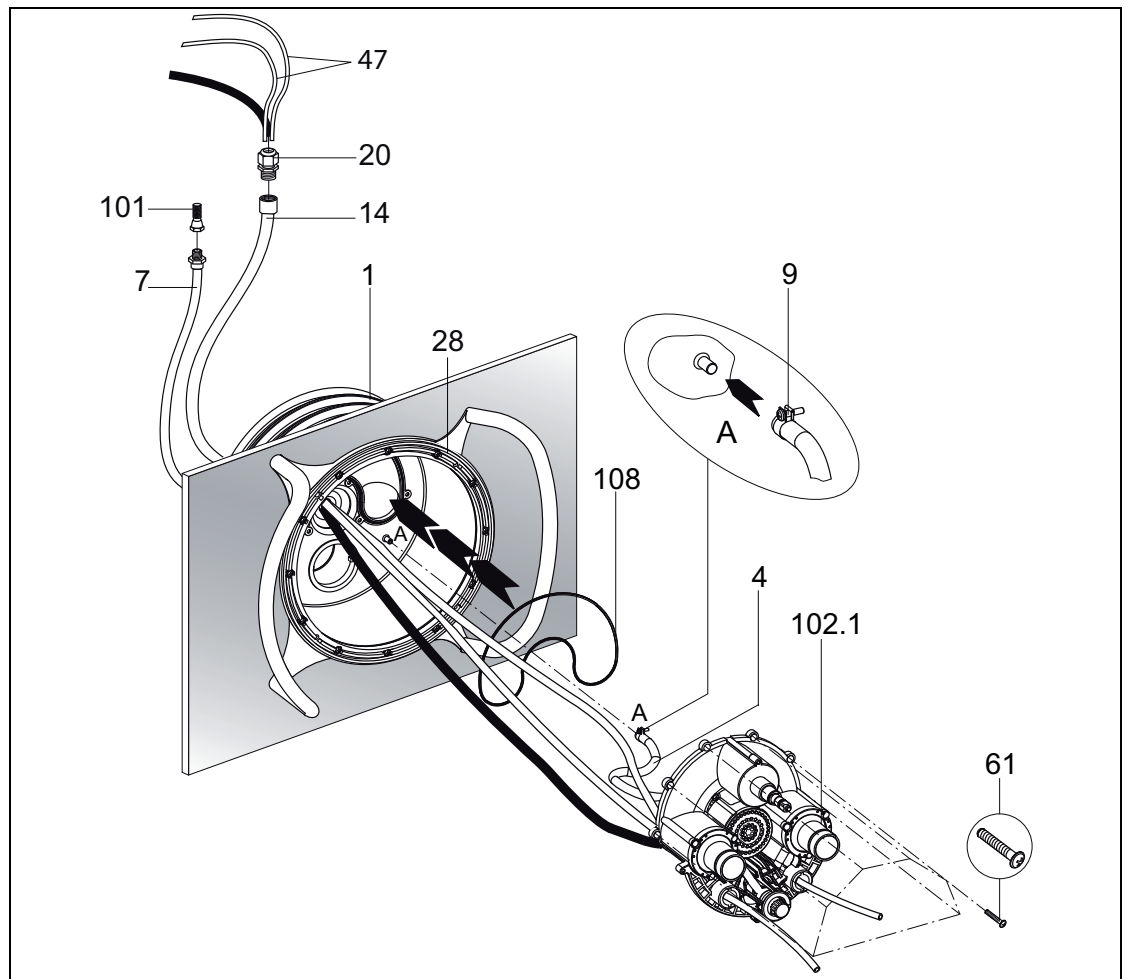

Fig. 10
2. Poner el anillo toroidal (**108**) en la carcasa para montaje empotrado (**1**) (*Fig. 10*).
3. Atornillar los diez tornillos con rosca cortante (**61**) en la caja de boquillas. Aplicar la caja de boquillas premontada (**102.1**) a la carcasa para montaje empotrado (**1**) (*Fig. 10*).
4. Pasar tubos neumáticos (**47**) y cable del reflector a través del tubo protector (**14**) y estanqueizar con la enroscadura de cables (**20**) (*Fig. 10*).
5. El tubo de conducción de aire interno (**4**), ya completamente premontado en la caja de boquillas (**102.1**) o en la regulación del aire, fijarlo con la sujeción de tubo (**9**) en la carcasa para montaje empotrado (**1**) (*Fig. 10*).
6. Pasar los tubos neumáticos a través de los agujeros inferiores o externos de la caja de boquillas (**102.1**) (ON/OFF enlaces de luz, ON/OFF bomba a derecha) (*Fig. 10*).
7. Alinear la caja de boquillas compl. (**102.1**) en la carcasa para montaje empotrado (**1**) y fijarla con los diez tornillos con rosca cortante (**61**) premontados (*Fig. 10*).